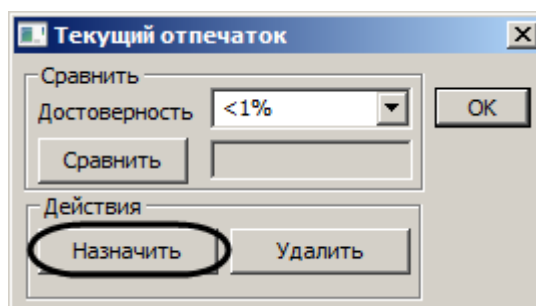

Рис. 3.10—2 Назначение отпечатка пользователю
6. Для назначения отсканированного отпечатка пользователю нажать на кнопку **Назначить** (см. Рис. 3.10—2). Данные об отпечатке будут занесены в таблицу (см. Рис. 3.10—1, 5).